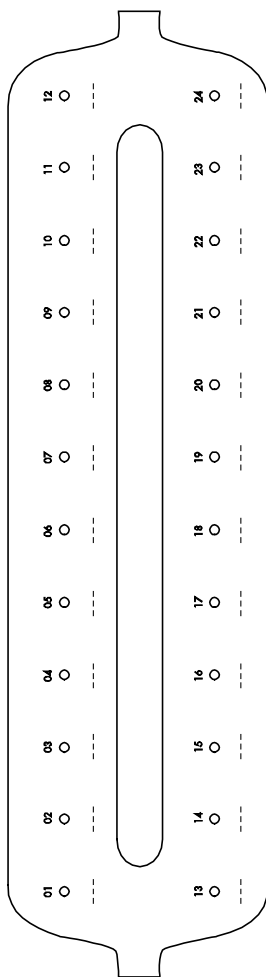

Figura 5. Esquema de legenda para tubos de lise (LT), tubos de eluição (ET) e colunas de rotação QIAamp Mini para utilização no sistema de vácuo QIAvac 24 Plus.
(1) VacValve (2) VacConnector (VC) (3) Coluna de rotação QIAamp Mini
Ao utilizar o procedimento de vácuo com o sistema de vácuo QIAvac 24 Plus, recomenda-se legendar os tubos de lise (LT), os tubos de eluição (ET) e as colunas de rotação QIAamp Mini de acordo com o esquema na Figura 5 (consultar a página seguinte) para evitar misturar as amostras. Esta figura pode ser fotocopiada e legendada com o nome das amostras. Recomenda-se a utilização de um esquema semelhante ao utilizar outros sistemas de vácuo ou o procedimento de centrifugação.